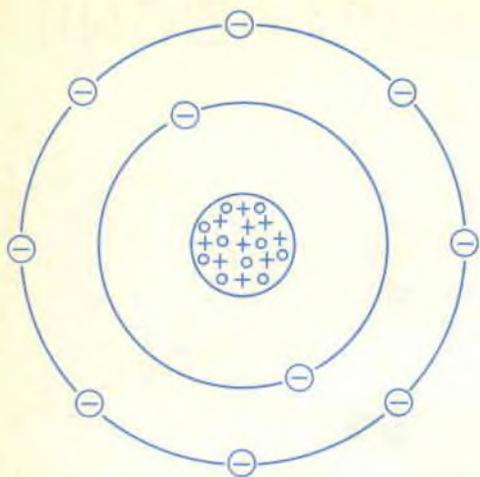

Fig. 1 - Struttura di un atomo stabile di neon.
COSTRUZIONE - Data la semplicità del circuito (fig. 1), si possono effettuare i collegamenti da punto a punto; la disposizione delle parti non è critica. La dissipazione massima del circuito varia da 0,5 W a 6 W a seconda se Q1 è fornito di un dissipatore di calore o meno. In quest'ultimo caso, la dissipazione massima di potenza è di circa 0,5 W. Con un dissipatore ad aletta da infilare su Q1, la dissipazione di potenza è di circa 1 W; per la dissipazione massima di 6 W, è necessario un grosso radiatore di calore.
Fig. 1 - L'amplificatore Darlington passa in conduzione quando la tensione d'entrata compensa la tensione predisposta di polarizzazione. Con un radiatore di calore adatto per Q1, la dissipazione può arrivare a 6 W.
Nella *fig. 1* è rappresentato schematicamente un atomo stabile di neon. Nel suo nucleo vi sono 10 protoni e 10 neutroni. Orbitanti intorno al nucleo vi sono 10 elettroni, due dei quali ruotano nell'orbita interna ed otto in quella esterna. I protoni hanno una carica positiva (+), gli elettroni hanno una carica negativa (-) ed i neutroni sono neutri in quanto non hanno nessuna (0) carica elettrica. Analogamente, un atomo di uranio è composto da un